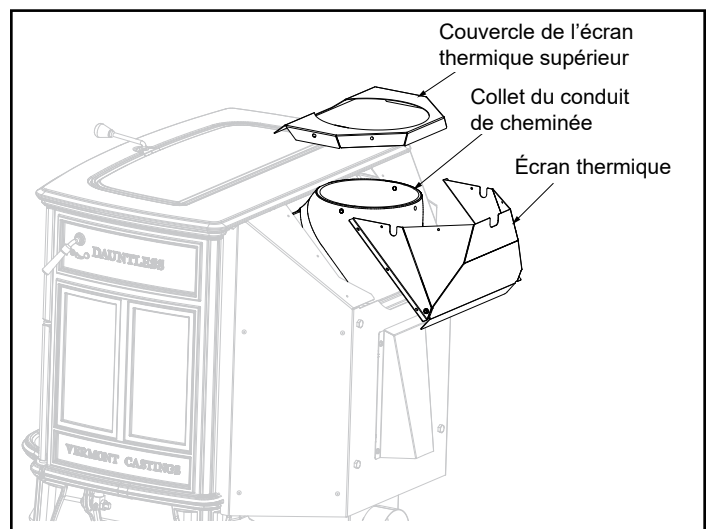

Figure 5.6
1. Retirez (10) vis Tek no 8 du couvercle de l'écran thermique et de l'écran thermique. Retirez l'écran thermique et le couvercle, Figure 5.6.
2. Enlevez (2) vis à tête bouton de 1/4-20 X 5/8 po du collet du conduit de cheminée. Retirez le collet du conduit de cheminée, Figure 5.6.